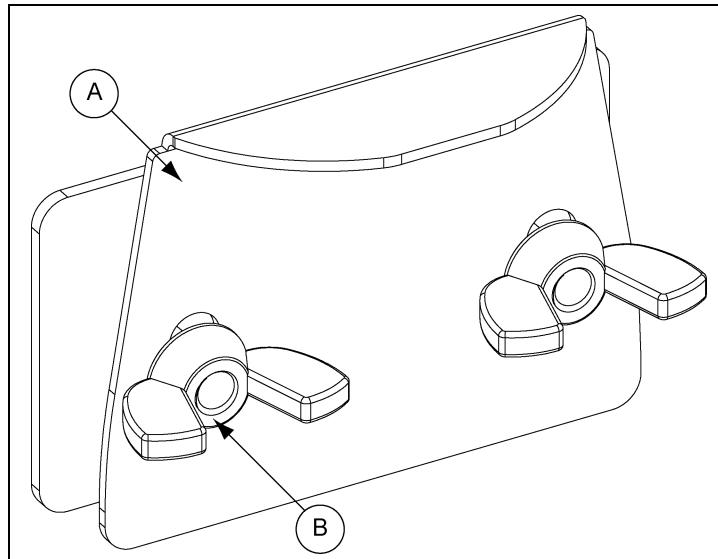

Рисунок 4N
- Соберите два (2) подвесных кронштейна уровня корма (A), как показано ниже, не затягивая барашковые гайки (B). (см. рисунок 4N.)